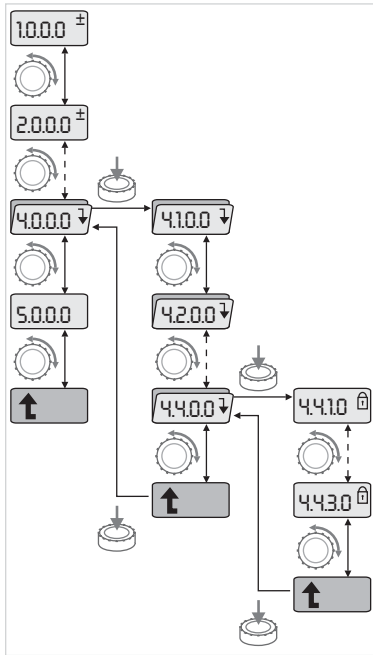

Fig. 41: Ejemplo de navegación
- Efectúe la navegación general en el menú de la siguiente forma (ejemplo, véase la Fig. 41):